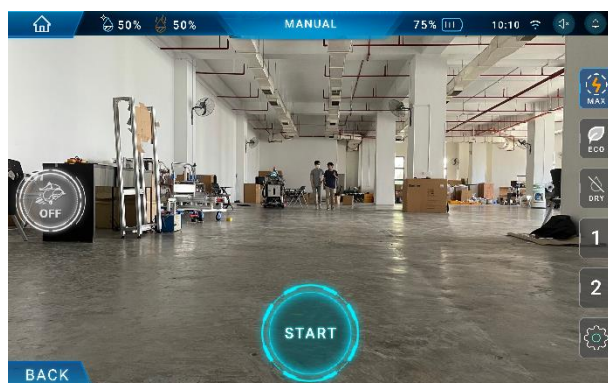

Fig 1
4. Na het kiezen van uw instellingen kiest u de "START" knop om met het reinigen te beginnen (Fig 1).